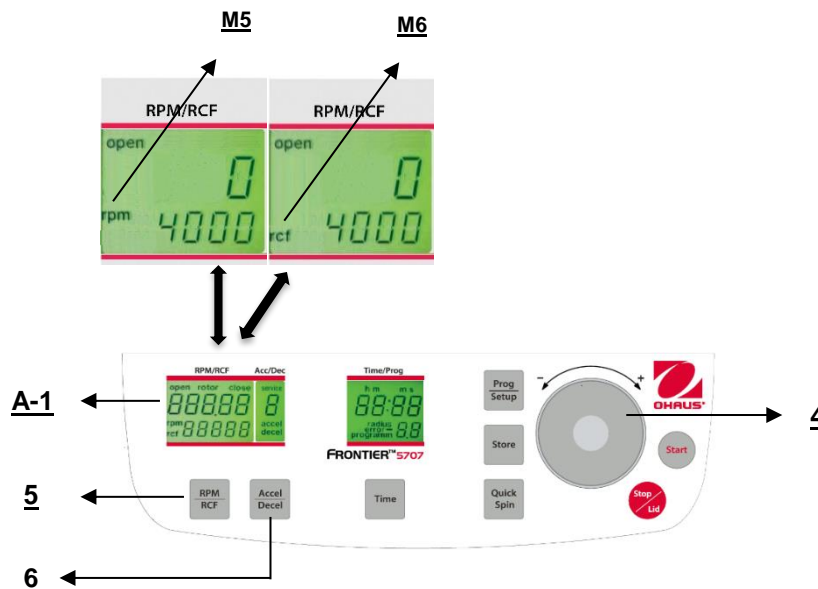

Abbildung. 16
Diese Vorauswahl wird durch die Taste **"RPM/RCF"** (5) aktiviert (siehe Abbildung 16 unten). Wenn Sie die Taste einmal drücken, blinkt das Wort **"rpm"** (M5). Wenn Sie die Taste zweimal drücken, kann die Vorauswahl der Zentrifugalkräfte ausgewählt werden. Dann erscheint das blinkende Wort **"rcf"** (M6). Sie können die gewünschten Werte mit dem Anpassungs Wählscheibe (4) einstellen. In der Anzeige (A-1) wird stets der regulierte Wert angezeigt, bevor, während und nach dem Betrieb.